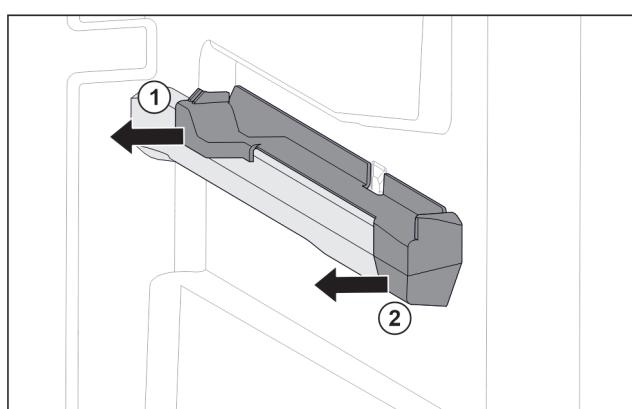

Fig. 115 Nasazovací díl na pravém žebrování na nádoby
- Stáhněte nasazovací díl vzadu na stranu. Fig. 115 (1)
- Stáhněte nasazovací díl vpředu na stranu. Fig. 115 (2)